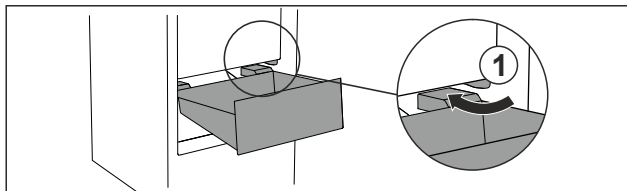

Fig. 116
- ▶ Zásuvku vedte šikmo podél zarážek Fig. 116 (1).